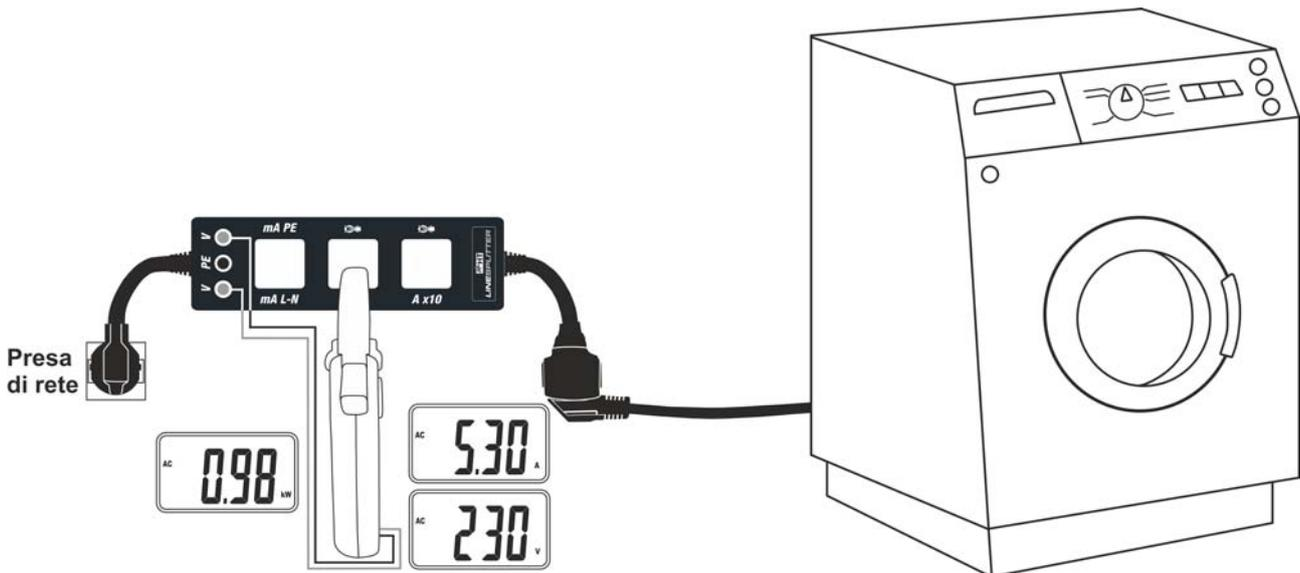

Fig 4: Uso dello strumento per misura di tensione, corrente e potenza assorbita
4. Leggere i corrispondenti valori della corrente, della tensione Fase-Neutro e della potenza assorbita dall'utilizzatore (vedere Fig 4)